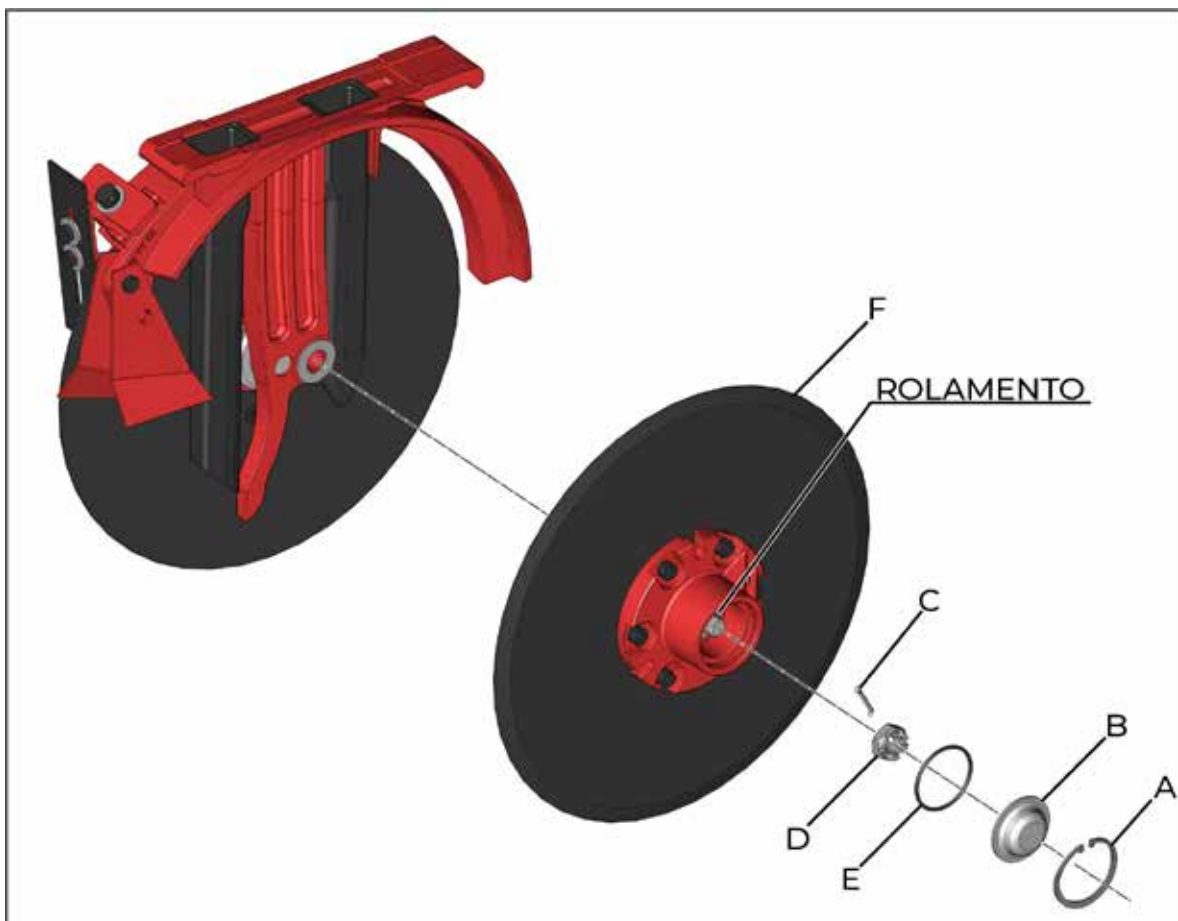

fig. 44
- Retire o anel elástico (A) (fig. 44) e a calota (B) do cubo do disco duplo;
- Retire o contra-pino (C), a porca castelo (D) e o anel o'ring (E);
- Retire o conjunto montado disco (F);